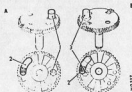

Abb. Nr. 10
- (4) Wird ein Auslöschanker eingebaut, Druckschraube lösen um ein Endgabel für den Einbau des Jochs zu erzielen.
- (f) Schalensteiche unter dem Zahnrad legen, mit konvexer Seite zum Zahnrad hin. WICHTIG: - Wird ein neues Zahnrad eingebaut, gewährleisten, daß der erhaltene Typ das richtige Verhältnis zwischen Kurbelstift und Rumpfe besitzt um die Parkstellung für entweder Rechts- oder Linkslenker zu erzielen (s. Abb. Nr. 10).